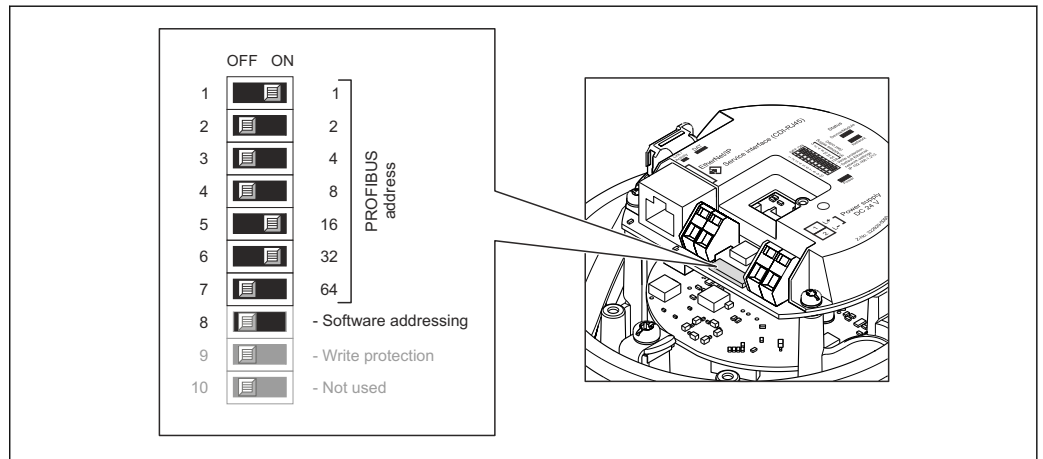

Fig. 12 Abordagem usando minisseletoras no módulo dos componentes eletrônicos E/S
- ↳ Exemplo → Fig. 12, Fig. 31: 1 + 16 + 32 = endereço do equipamento 49